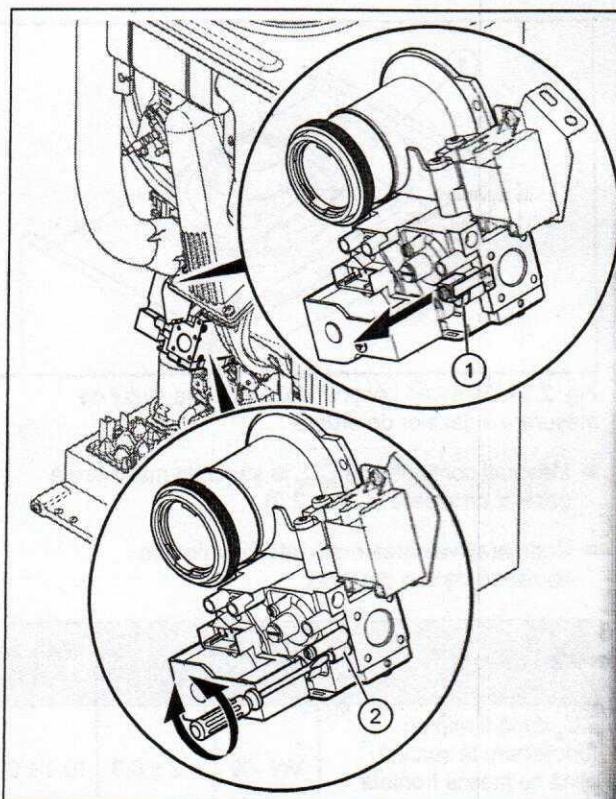

Fig. 2.2 Reglarea conținutului de CO2
- ▶ Îndată ce gazul este racordat la centrală, rotiți șurubul (2 Fig. 2.2) (2,5 mm gaură interioară hexagonală), pornind din poziția momentană, la: